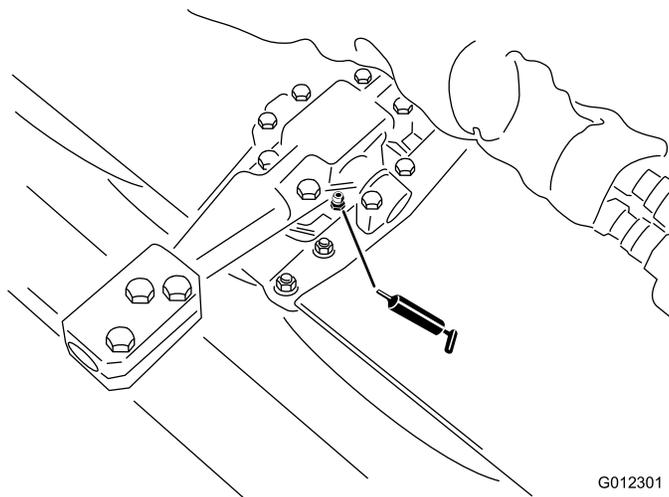

Figura 27
- Articulações de kits de cabeça suspensa ou fixa (Figura 27)